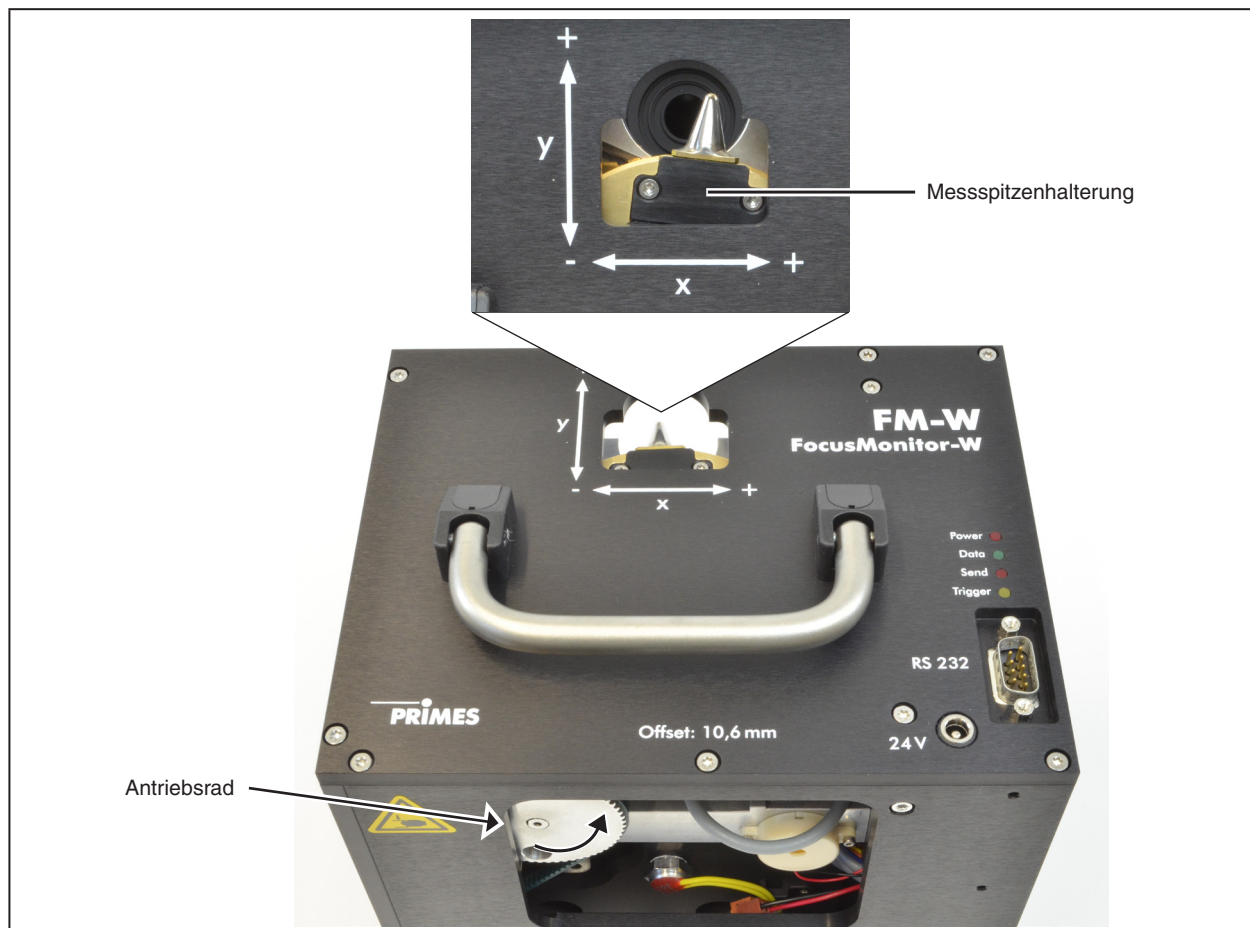

Abb. 7.1: Drehscheibe ins Messfenster bewegen
2. Drehen Sie das Antriebsrad (siehe Abb. 7.1) solange gegen den Uhrzeigersinn, bis die Drehscheibe in positiver y-Richtung ca. 15 mm in das Messfenster hineinragt.